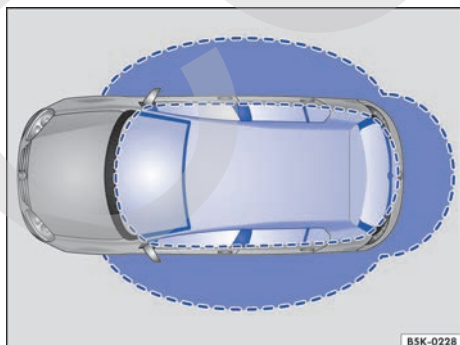

Fig. 31 Sistema de cierre y arranque sin llave Keyless Access: zonas próximas.
Keyless Access es un sistema de cierre y arranque sin llave con el que se puede desbloquear y bloquear el vehículo sin utilizar activamente la llave del mismo. Para ello solo es necesario que haya una llave válida en la zona próxima al vehículo ⇒ fig. 31 y tocar una de las superficies sensoras de las manillas de las puertas delanteras ⇒ fig. 32 o accionar el emblema de Volkswagen del portón trasero ⇒ pág. 58 ⇒ ①.
Si se encuentra una llave válida del vehículo en una de las zonas próximas ⇒ fig. 31, el sistema de cierre y arranque sin llave Keyless Access le otorga a dicha llave derechos de acceso en cuanto se toca la superficie sensora correspondiente de la manilla de la puerta del conductor o del acompañante, o se acciona el emblema de Volkswagen en el portón trasero. A continuación son posibles las siguientes funciones sin tener que utilizar activamente la llave del vehículo:
Cuando el vehículo está bloqueado, el portón trasero se desbloquea automáticamente al abrirlo si en su zona próxima ⇒ fig. 31 se encuentra una llave del vehículo válida.